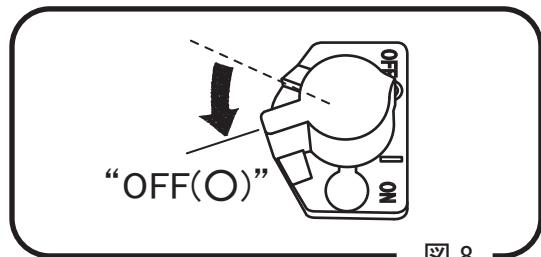

図8
- 1 作業を止めてエンジンを停止させる時は、調速レバーを戻し低速回転で3～5分程エンジンを回してエンジンの温度が下がってからストップスイッチを“OFF(O)”側に回して下さい。（図8）エンジンが熱い内に停止させると、シリンダー内壁の油膜が焼けて磨耗を早める等、本機へ悪影響を与え寿命が短くなったり思わぬ故障の原因となります。